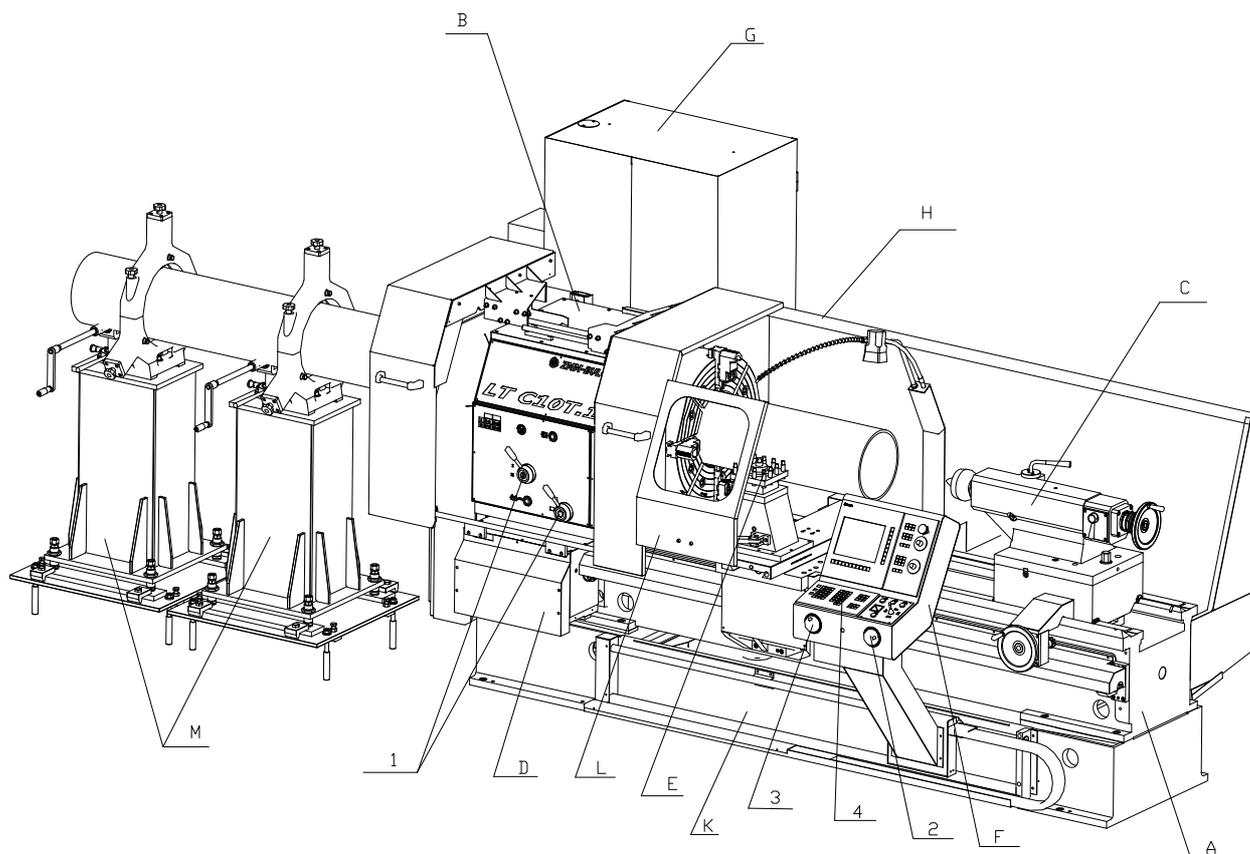
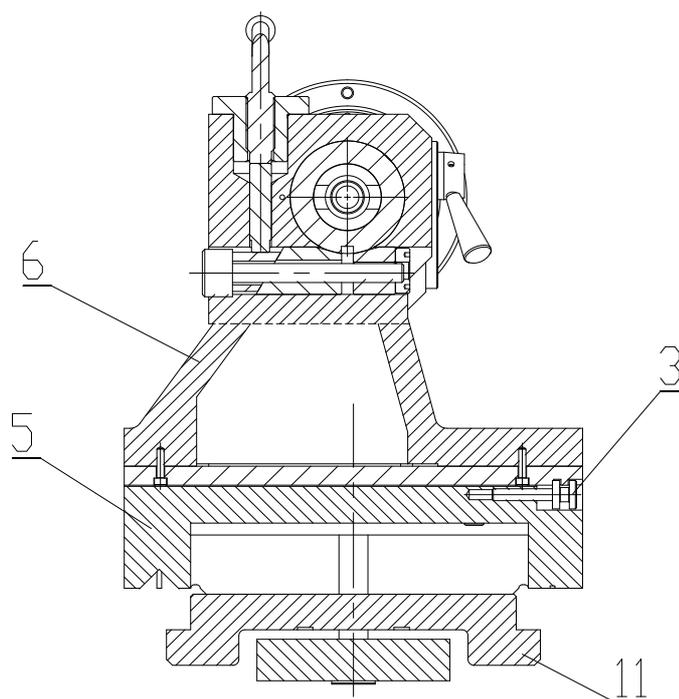

Рис.4.2
Рис.5.3
4.2. ОСНОВНЫЕ УЗЛЫ (РИС. 4.2)
Основные узлы станка показаны на Рис.4.2
4.3. ОРГАНЫ УПРАВЛЕНИЯ (РИС. 4.2)
Органы управления станка показаны на Рис.4.2
5.1. СТАНИНА (РИС.4.2 ПОЗ.А)
5.3. ЗАДНЯЯ БАБКА (РИС. 4.2 ПОЗ. С И РИС.5.3)
5.4. ПРОДОЛЬНЫЙ ПЕРЕВОД ПОДАЧИ (РИС.4.2, ПОЗ.D)
5.5. ПОПЕРЕЧНОЙ ПЕРЕВОД ПОДАЧИ (РИС.4.2, ПОЗ.Е)